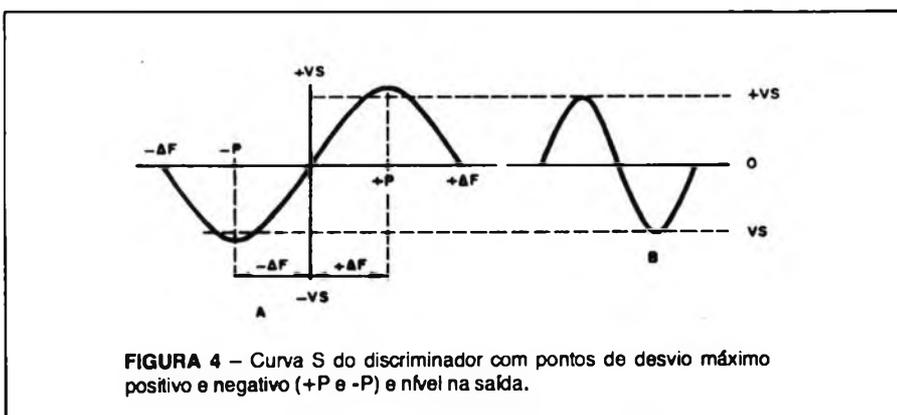

FIGURA 4 – Curva S do discriminador com pontos de desvio máximo positivo e negativo (+P e -P) e nível na saída.
Na saída do modulador, do lado do receptor, ocorre o contrário: quanto maior for o desvio da portadora recebida, maior será a amplitude do sinal modulante recuperado na saída. (figura 4). Na tabela 1 temos o desvio nominal de alguns equipamentos para uma determinada frequência de teste.
- a) saída do nível zero, que corresponde à frequência central da FI (1,5MHz), ou seja, a frequência central da curva S do discriminador (ponto "0" da figura 4);
respectivamente aos pontos +P e -P (figura 4). O valor do desvio medido tanto no pico positivo como no pico negativo deve ser igual. Se o desvio medido não foi igual significa que o modulador do equipamento em teste não é linear ou simétrico, devendo ser corrigida a sua linearidade.